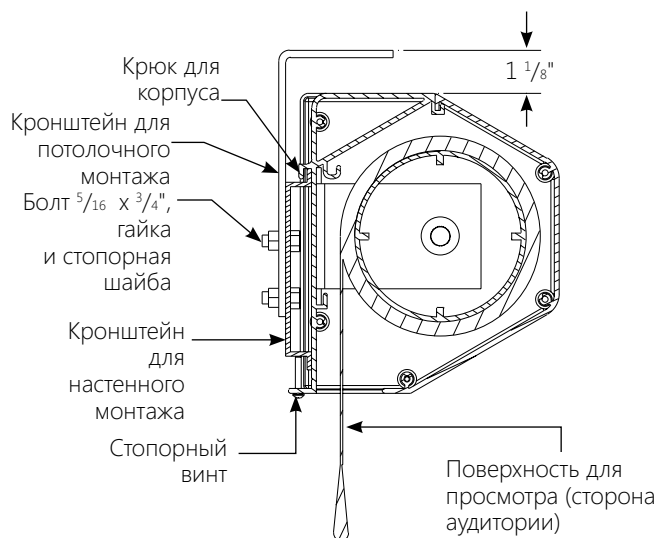

Рисунок 2
4. Установите экран на настенный кронштейн, как показано на рис. 2. Корпус должен быть полностью установлен на кронштейне. Закрутите стопорные винты в настенный кронштейн.